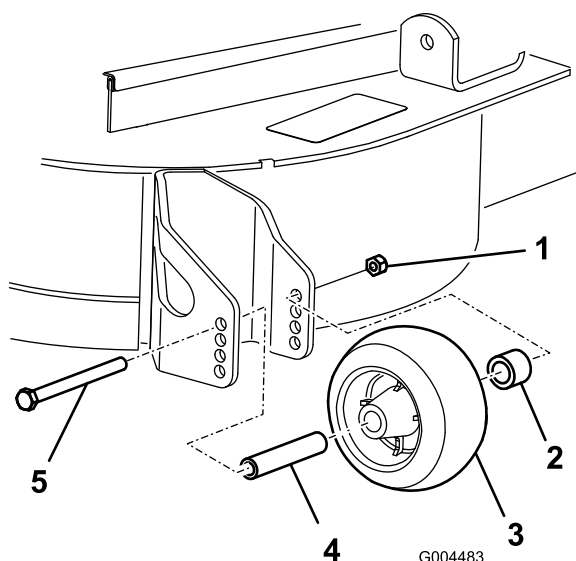

Рисунок 18
Для этого необходимо снять гайку с буртиком, втулку, проставку и болт (Рисунок 18).
5. Установите гайку с буртиком, втулку, проставку и болт. Затяните с моментом 54-61 Н-м (Рисунок 18).